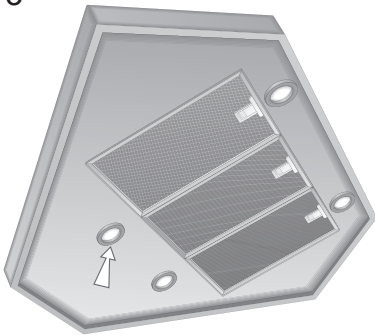

Fig. 4
- Monter le raccord de réduction si le tuyau d'évacuation air est de Ø125 (Fig.4).